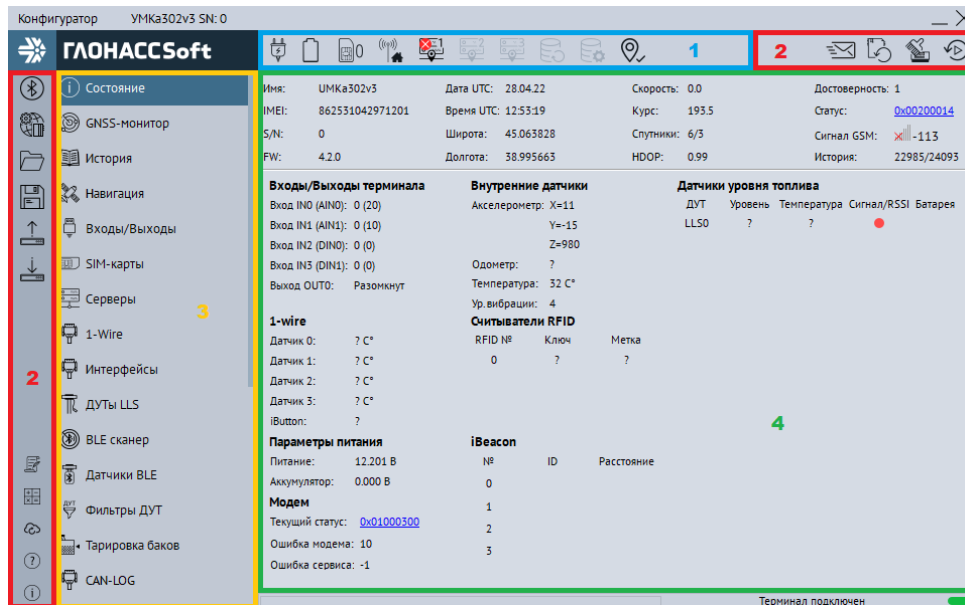

Рисунок 3.8 Стартовое окно «Состояние»
Для запуска приложения, перейдите в «Пуск» → «Все программы» → «Конфигуратор УМКаЗХХ». Откроется стартовое окно конфигуратора (Рисунок 3.8 ), которое условно можно разделить на четыре зоны: Панель статуса (1), панели инструментов (2), дерево настроек (3) и окно отображения информации (4).
Для просмотра и редактирования настроек терминала воспользуйтесь вкладками настроек (Рисунок 3.8). При нажатии на вкладку в окне отображения информации можно посмотреть соответствующие значения и настройки и отредактировать их.
На вкладке «Состояние» (Рисунок 3.8 ) отображается общая информация о терминале, состоянии входов/выходов терминала, внутренних и внешних датчиков.